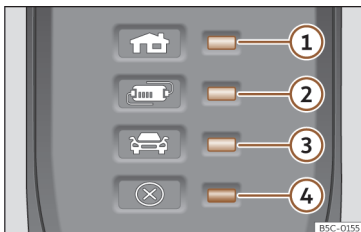

Abb. 55 Am Ladekabel für Netzsteckdosen: Kontrollleuchte in der Schutzeinrichtung.
» Abb. 55:
Durch die elektronische Schutzeinrichtung » Abb. 55 ist der Ladestecker so lange stromlos, bis er in die Ladedose des Fahrzeugs gesteckt wurde.
Eine oder mehrere Kontrollleuchten » Abb. 55 ①, ② oder ③ leuchten grün.
Hinweis» Abb. 55	Bedeutung
Anzeige» Abb. 55	Bedeutung
abgesehen von der Betriebsanzeige die Warnleuchte»» **Abb. 55** ④ rot.
- Sollte es wieder zu einer Abschaltung oder Verringerung des Ladestroms kommen und die Ursache hierfür nicht mit einer externen Wärmequelle in Verbindung stehen, ist darauf zu achten, welche grüne Kontrollleuchte blinkt»» **Abb. 55**. Zur Überprüfung des Ladekabels ist ein CUPRA-Fachbetrieb oder ein SEAT-Vertragshändler aufzusuchen. Zur Überprüfung der Anschlüsse der Ladeinfrastruktur ist ein Fachunternehmen für Elektroinstallationen aufzusuchen.
Wenn die Warnleuchte ④ rot leuchtet, ohne dass eine der Kontrollleuchten»» **Abb. 55** ①, ② oder ③ der Betriebsanzeige dauerhaft leuchtet, liegt eine Störung vor.
Hinweis»» Abb. 55	Bedeutung